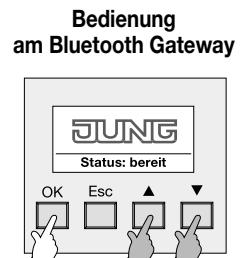

Bild 1:
1. Am Bluetooth Gateway ist der Lösch-Modus zu aktivieren. Dazu ist im Grundzustand des Gateways die Bedientaste "OK" oder eine der beiden Pfeiltasten zu betätigen (vgl. Bild 1). Weiter mit Schritt 2.